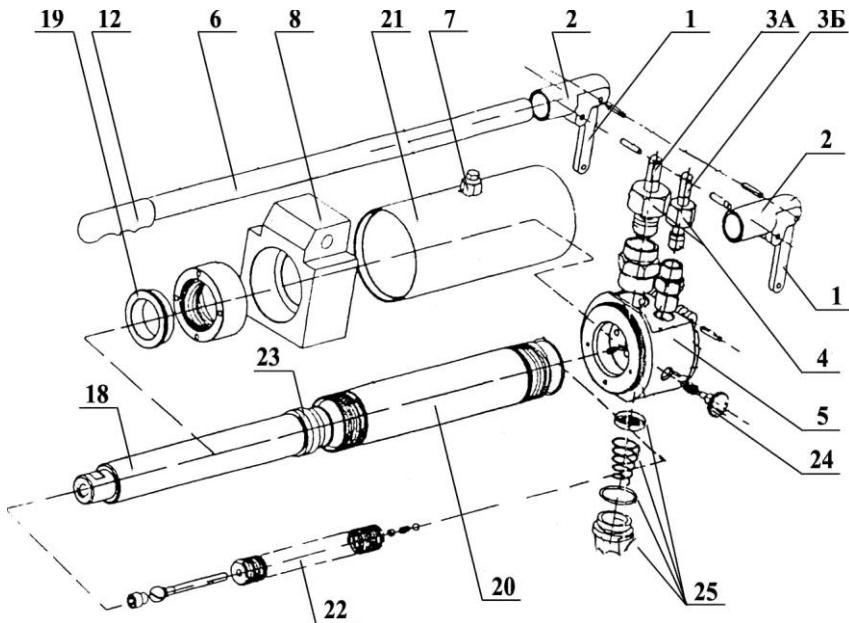
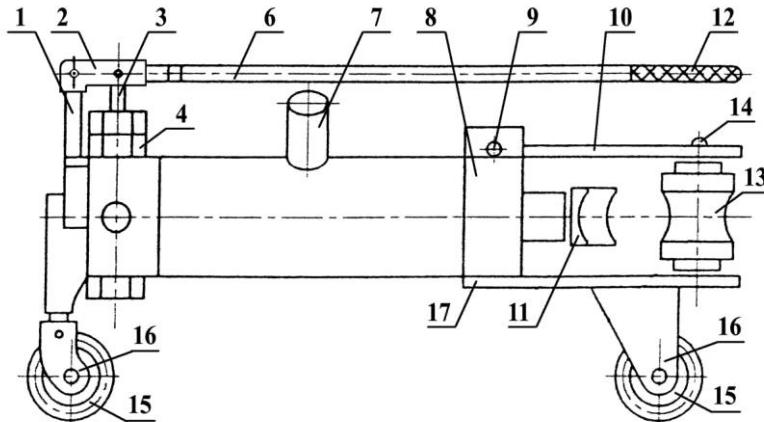

Рис. 1
Рис. 2
2. ОПИСАНИЕ КОНСТРУКЦИИ Трубогиб ручной (НТГ) с встроенными гидронасосами (см. Рис.1, Рис. 2) состоит из корпуса с рабочим цилиндром (5), верхней траверсы (10), нижней траверсы (17), упоров (13), 3-х опорных колес (15), рукаватки насосов низкого и высокого давления (6) и прилагаемых шаблонов (11). На нижней стороне корпуса (5) находится спливная пробка масляного резервуара с прижимной пружиной, уплотнительным кольцом и фильтром (25). Сетчатый фильтр прижимается к корпусу (5) пружиной, чем обеспечивается проход очищенного масла из масляного резервуара во всасывающуюся полость насоса.
1 – ограничительный рычаг рукоятки насоса	2 шт. (Рис.1, 2)
2 – держатель рукоятки насоса ЗА –	2 шт. (Рис.1, 2)
шток насоса высокого давления ЗБ –	1 шт. (Рис.1, 2)
шток насоса низкого давления	1 шт. (Рис.1, 2)
4 – прижимная гайка плунжера насоса	2 шт. (Рис.1, 2)
5 – корпус насосов высокого и низкого давления	1 шт. (Рис.1, 2)
6 – рукоятка насоса	1 шт. (Рис.1, 2)
7 – запливная горловина с пробкой масляного резервуара	1 шт. (Рис.1, 2)
8 – корпус трубогиба	1 шт. (Рис.1, 2)
9 – палец	1 шт. (Рис. 2)
10 – верхняя траверса	1 шт. (Рис. 2)
11 – шаблон	1 шт. (Рис. 2)
12 – резиновый наконечник рукоятки	1 шт. (Рис. 2)
13 – упор	2 шт. (Рис. 2)
14 – ось упора	2 шт. (Рис. 2)
15 – колеса трубогиба	3 шт. (Рис. 2)
16 – крепления колес	3 шт. (Рис. 2)
17 – нижняя траверса	1 шт. (Рис. 2)
18 – шток трубогиба	1 шт. (Рис. 1)
19 – резиновое уплотнительное кольцо	1 шт. (Рис. 1)
20 – рабочий цилиндр трубогиба	1 шт. (Рис. 1)
21 – масляный резервуар трубогиба	1 шт. (Рис. 1)
22 – возвратная пружина штока трубогиба	1 шт. (Рис. 1)
23 – манжета	1 шт. (Рис. 1)
24 – выпускной клапан трубогиба	1 шт. (Рис. 1)
25 – сливная пробка масляного резервуара с прижимной пружиной, уплотнительным кольцом и фильтром	(Рис. 1)